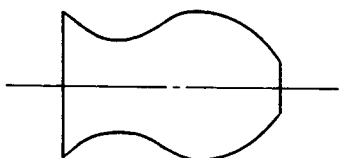

Fig. 3-8
- II. Try turning the screw on top of the take-up side guide roller clockwise and counterclockwise to eliminate narrowing of the envelope (Fig. 3-8).
- II. 出側ガイド・ローラーの頭部のネジを左右に回してみ、エンベロープのクロス・トラックを無くす様にする。(図 3-8)